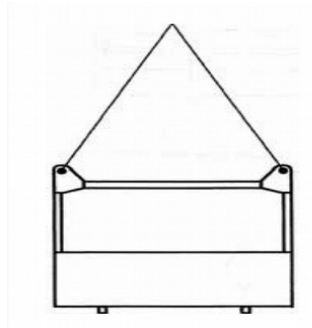

Figura 12
30. La elevación de personas mediante cesta (como que aparece en la figura 12) suspendida de grúas móviles autopropulsadas, según la normativa de prevención de riesgos laborales: